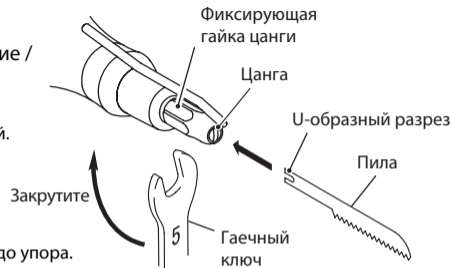

Рис. 2
3) Закрутите фиксирующую гайку цанги при помощи гаечного ключа. (Рис. 2)